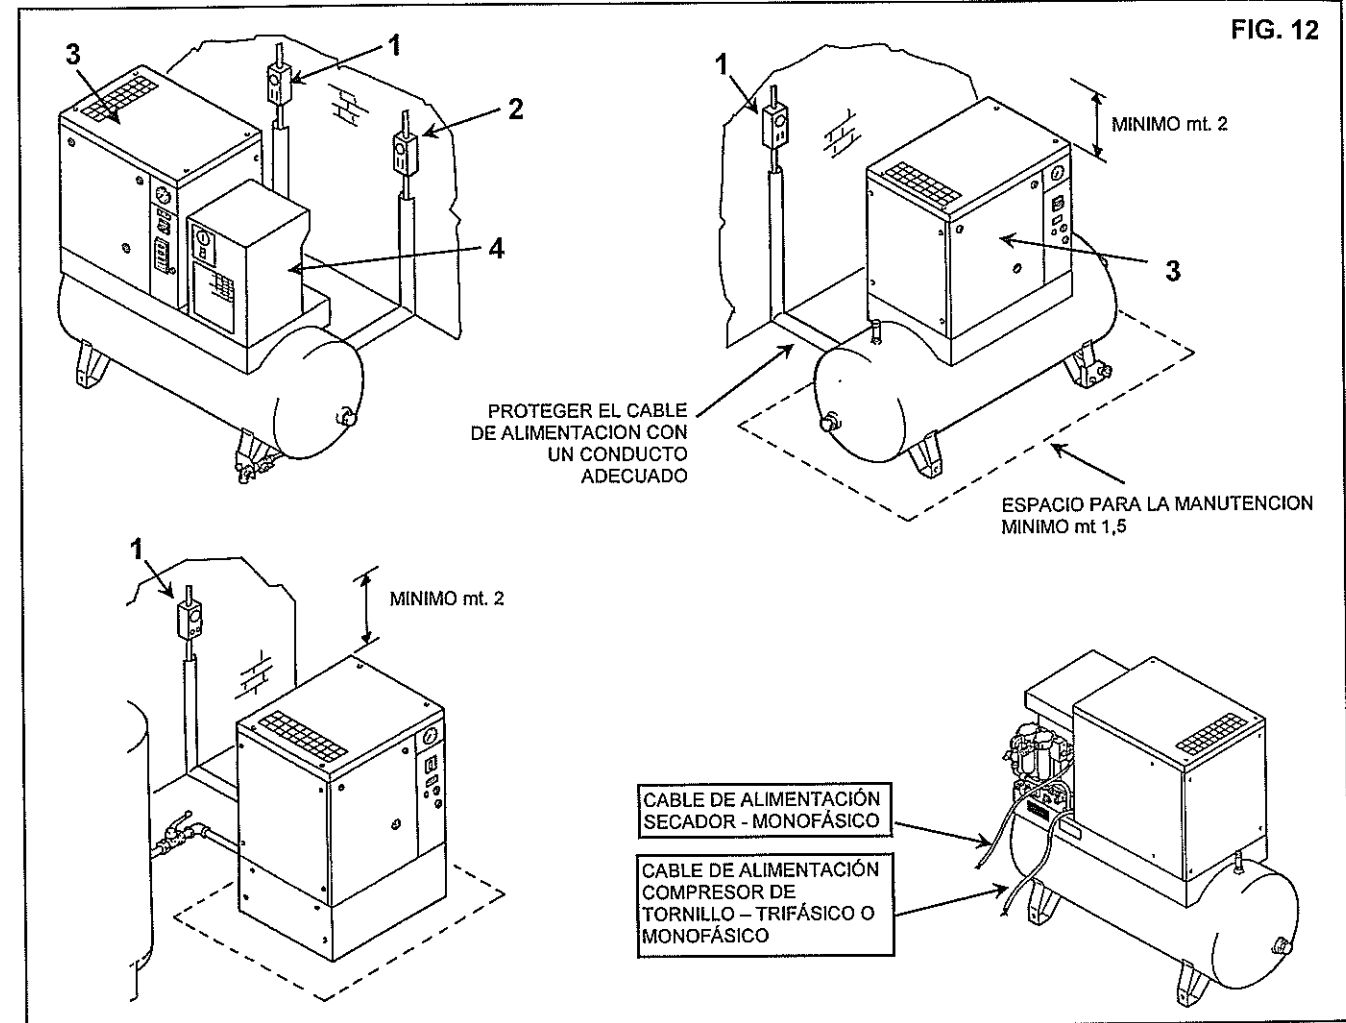

FIG. 12
- controlar que el espacio alrededor de la máquina sea suficiente para la manutención (ver fig. 12).